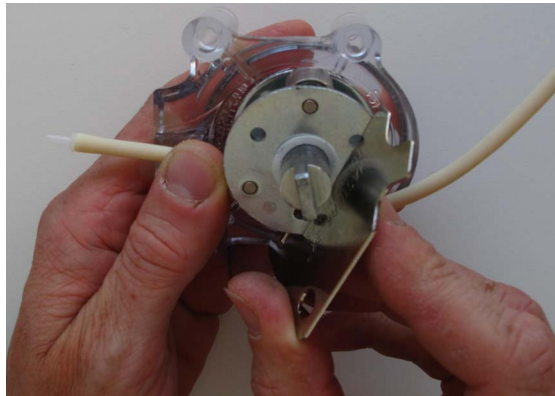

Abb. 5-17: Montagehilfe einführen
- 15** Führen Sie die Montagehilfe (im Lieferumfang enthalten) zwischen der Rotorplatte und dem Schlauch ein. Siehe Abb. 5-17,  91.